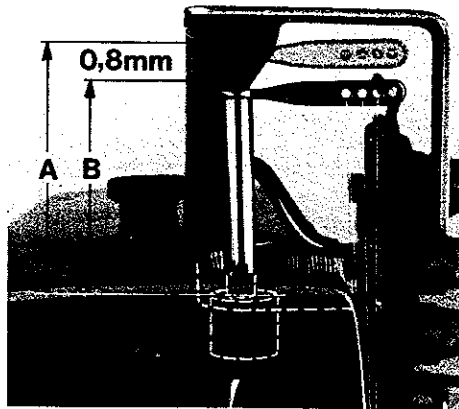
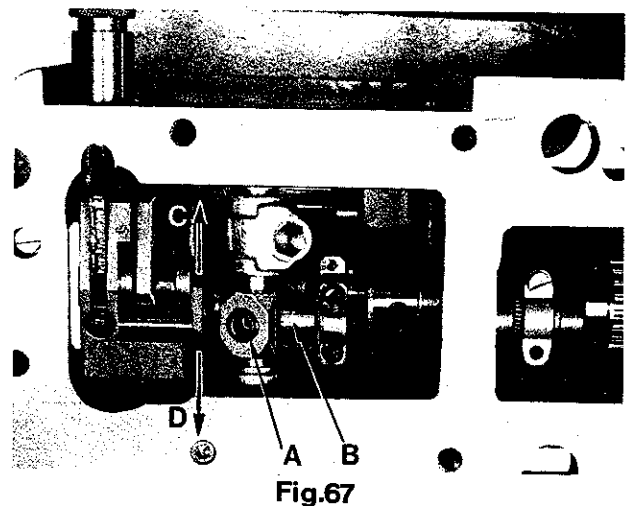

Fig. 66
Fig. 67
3. Measure dimension "A", Fig. 66 with a slide rule and note it.
6. Measure dimension "B", Fig. 66.
The machine is synchronized correctly if dimension "B" is 0.8 - 1 mm (.032 - .040 in.) larger than dimension "A" (see Fig. 66).
2. Loosen screw (A, Fig. 67).
3. If the difference between dimension "A" and dimension "B" (Fig. 66) is less than 0.8 - 1 mm (.032 - .040 in.), lever (B, Fig. 67) must be moved in the direction of the arrow towards "D".
3. Messen Sie mit einer Schiebellehre das Maß "A", Fig. 66 und merken Sie es sich.
6. Messen Sie das Maß "B", Fig. 66.
Ist das Maß "B" um 0,8 bis 1 mm größer als das Maß "A", ist die Maschine richtig synchronisiert (siehe Fig. 66).
2. Lösen Sie die Schraube (A, Fig. 67).
3. Ist der Unterschied zwischen Maß "A" und Maß "B" (Fig. 66) kleiner als 0,8 - 1 mm muß der Hebel (B, Fig. 67) in Pfeilrichtung nach "D" verschoben werden.